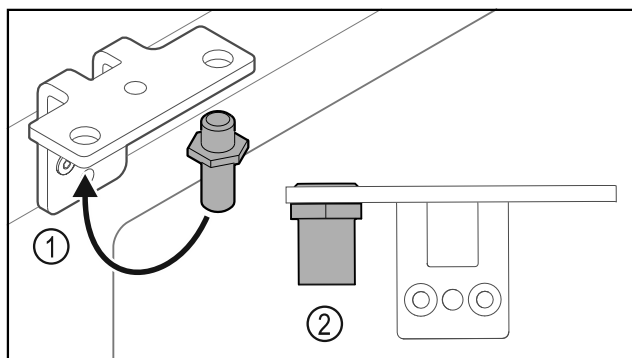

Fig. 20
- ▶ 调换合页角铁中的螺栓 Fig. 20 (1)。
- ▶ 用 **12 Nm** 的扭矩拧紧螺栓 Fig. 20 (2)。